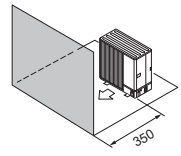

Fig. 2-9
- (4) Obstruktion eller lukket område kun på front (Fig. 2-9)